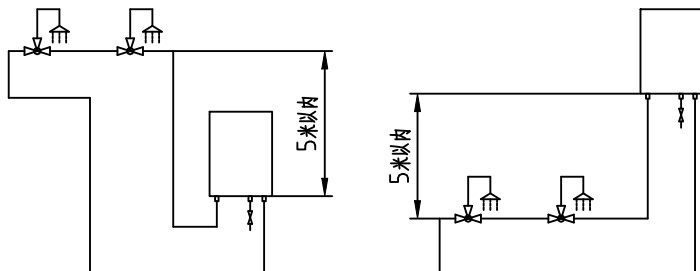

图19
- 从燃气热水器出口到末端水龙头处的循环配管的高低落差应在5米以内（如下图19）。